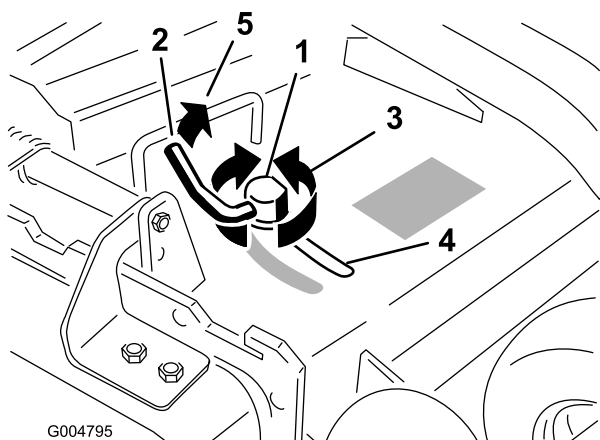

Figure 17
3. Pour régler le verrou à came, soulevez le levier pour desserrer le verrou (Figure 17).
- Repoussez le levier à sa position d'origine pour serrer le déflecteur et le verrou (Figure 17).